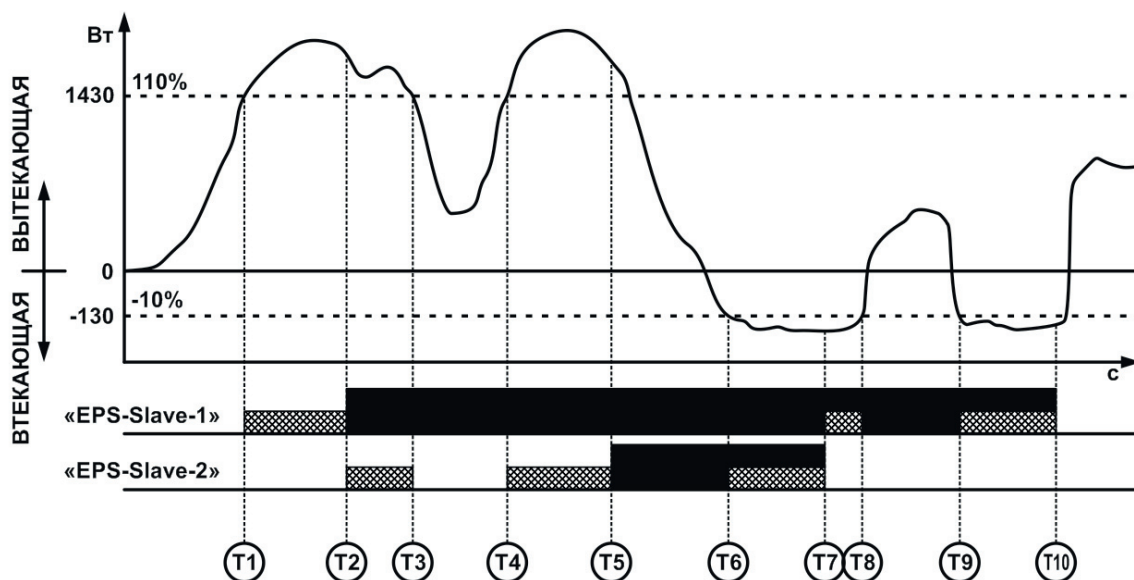

Рисунок 12 – Алгоритм работы «EPS-Master»
- начинается отсчет времени 60 с (параметр: «Задержка включения», время T1 – рисунок 12);